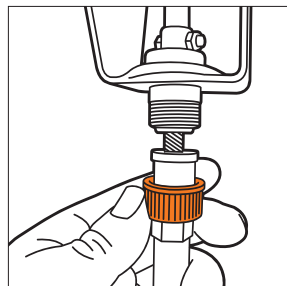

Рис. 12
- Соедините вторую сторону гибкого вала с рычагом поворота желоба, расположенном на панели оператора, зафиксируйте соединительной гайкой (Рис. 12).